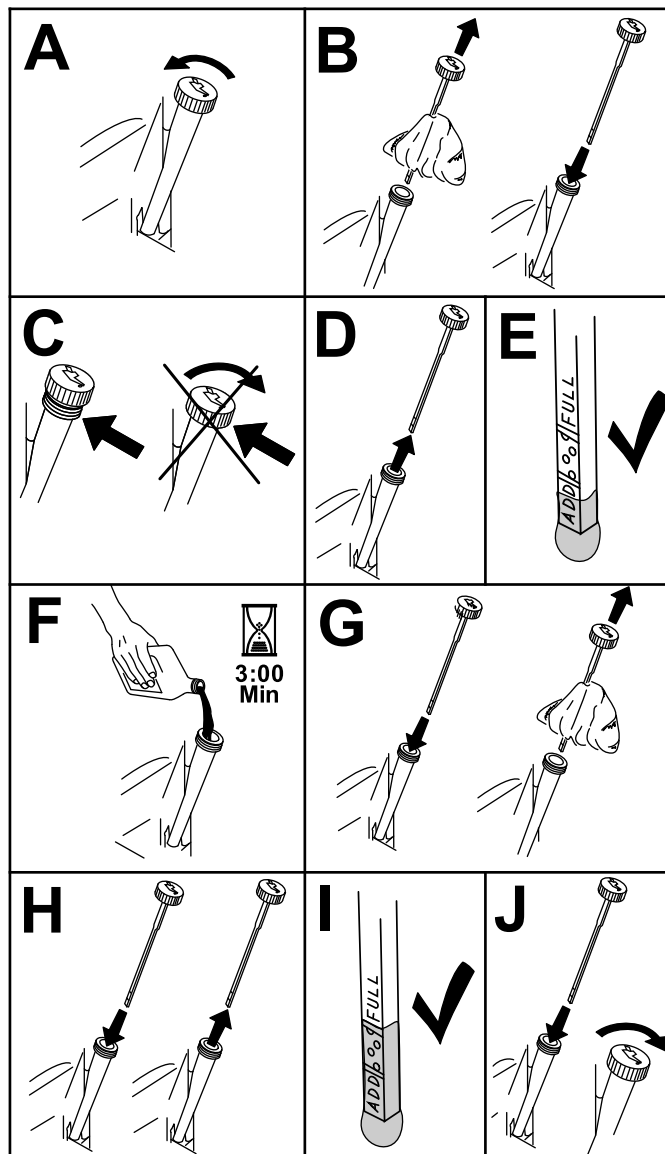

Figura 43
3. Verifique o nível de óleo do motor, conforme se mostra na (Figura 43).